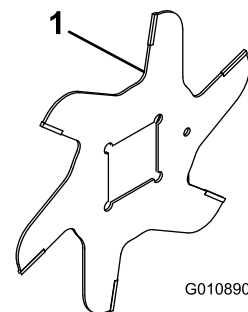

Bild 19
4. Bild 19 Bauen Sie das nächste Messer nach links ein, sodass das Indexreferenzloch nicht um ein Sechstel der Welle mit dem ersten Messerloch ausgerichtet ist.